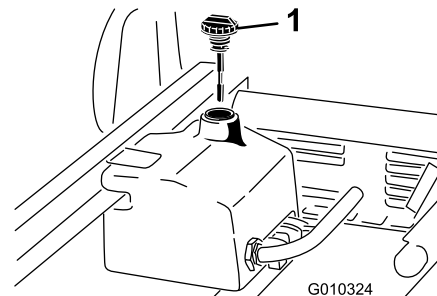

Figura 72
4. Curăai zona din jurul buonului i a capacului rezervorului de ulei hidraulic (Figura 72).
6. Îndepărtați joa (Figura 72) de la buon i tergei-o cu o lavetă curată.